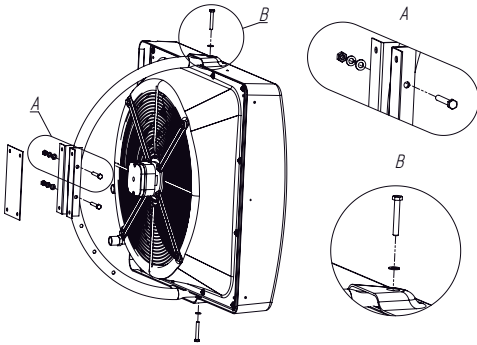

Рис. 10
7.11 Монтаж с кронштейном. В комплект с кронштейном входят: болт М8\*55 (2 шт.), болт М8\*30 (2 шт.), шайба (4 шт.), гровер (2 шт.). Для сборки кронштейна необходимо вставить и затянуть два болта М8\*55, две шайбы, два гровера в отверстия кронштейна как показано на виде А. Затем вставить болт М8\*30 и шайбу через отверстие в корпусе и кронштейне (вид В) и затянуть. Повторите данную операцию для крепления кронштейна снизу (рисунок 10).